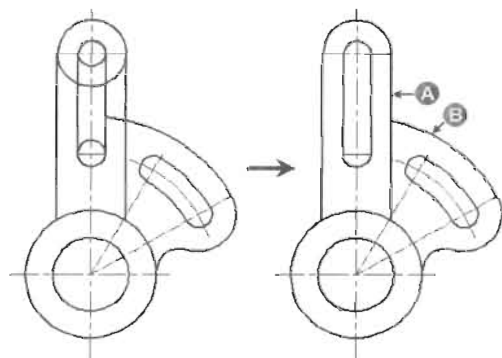

图 4-204
(14) 打开正交捕捉, 以圆的象限点为起点, 绘制直线与直径为 37mm 的圆相连, 以及两个半径为 4mm 的圆相连, 效果如图 4-204 (左) 所示。然后单击“修剪”按钮 , 修剪出如图 4-204 (右) 所示的效果。